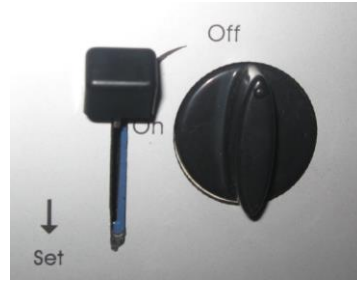

图 5
3. 将保险拉杆向上，从气瓶安装架内将气瓶取出。如图 5 所示：